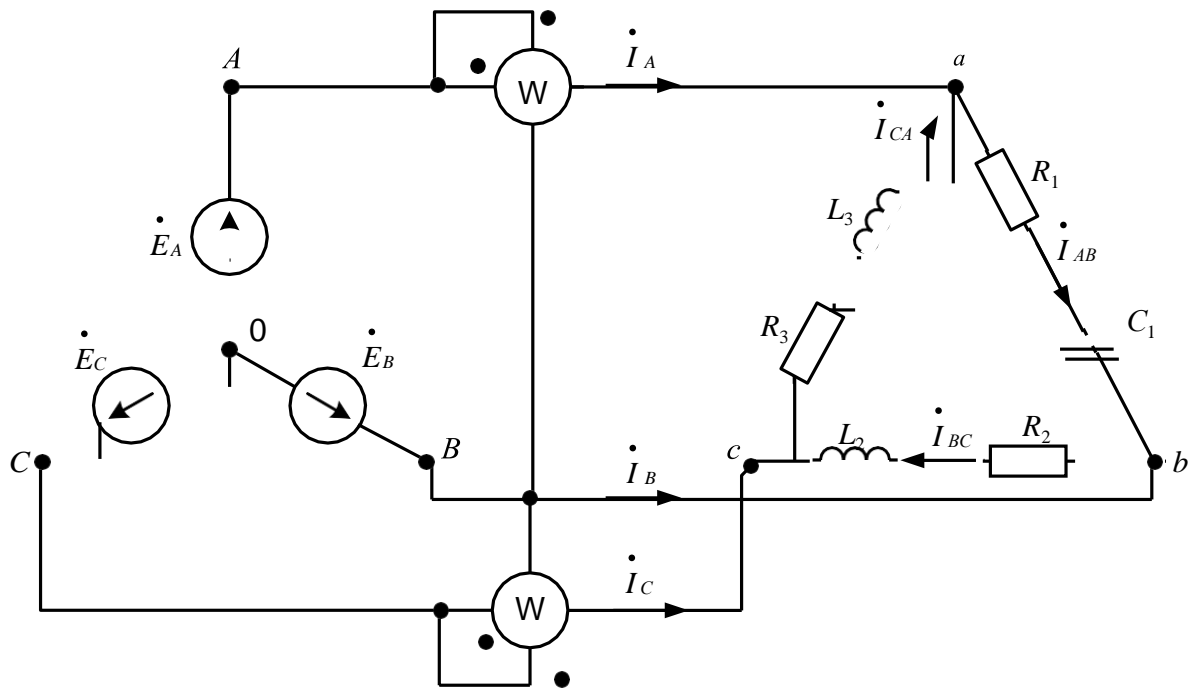

Рис. 3
**Задача 2.** Рассчитать трехфазную цепь рис. 3, в которой нагрузка соединена треугольником. Схема имеет следующие параметры:  $E_A = 127$  В,  $f = 50$  Гц,  $R_1 = 20$  Ом,  $C_1 = 50$  мкФ,  $R_2 = 30$  Ом,  $L_2 = 50$  мГн,  $L_3 = 70$  мГн.